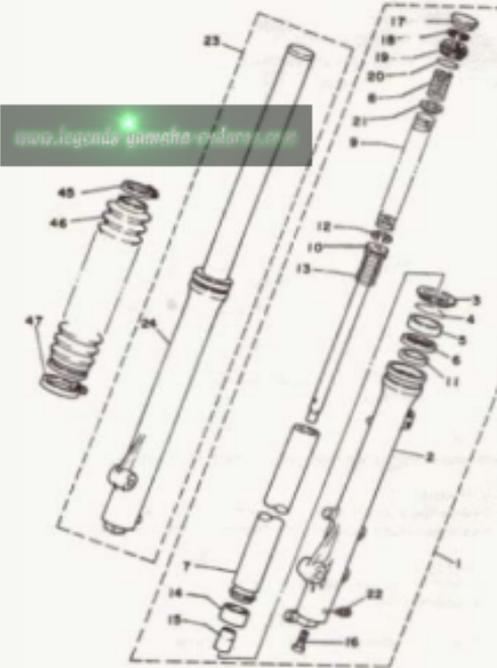

Bild 180
Alle im folgenden Text erwähnten Teilenummern beziehen sich auf Bild 180. Vor Beginn der Arbeit sollte dieses Kapitel bis zum letzten Arbeitsschritt durchgelesen worden sein, um Fehlern vorbeugen zu können.
Anzugsdrehmoment 20 Nm, vergleiche Teil 16 in Bild 180.
- 1 Gleitbuchse, Teil 11 in Bild 180 2 Hilfswerkzeug nach Bild 56.13
- 1 Gabelstandrohr, Teil 7 in Bild 180
- 3 Wellendichtung, Teil 5 in Bild 180
- 5 Distanzring, Teil 6 in Bild 180
- 6 Gabelleitrohr, Teil 2 oder 24 in Bild 180
- 2 Staubdichtung, Teil 3 in Bild 180
- 3 Federfedern, Teil 4 in Bild 180